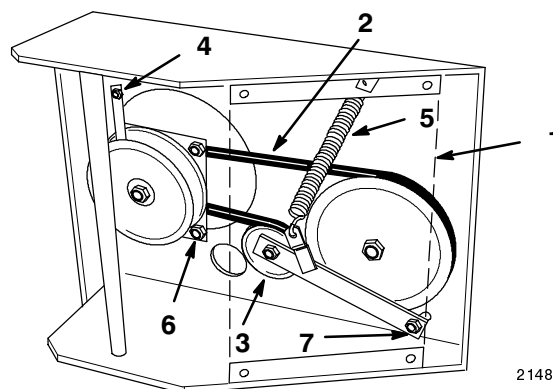

Abbildung 32
1. Die Vorderseite der Maschine anheben und mit Unterstellhebern absichern. Die (4) Schrauben der unteren Schutzabdeckung entfernen.
3. Die Schraube links vorne am Motor entfernen, mit der die Kupplungshalterung am Rahmen befestigt ist (Abb. 32). Die Halterung von der Kupplung aushängen und abnehmen.
4. Spannfeder auf der Rahmenseite aushängen (Abb. 32).
7. Schwenkbolzen mit einem Anzugsmoment von 47-54 N.m (35-40 ft-lbs) anziehen. Spannfeder zwischen dem Leitrollenhebel und dem Winkel am Rahmen befestigen (Abb. 32).